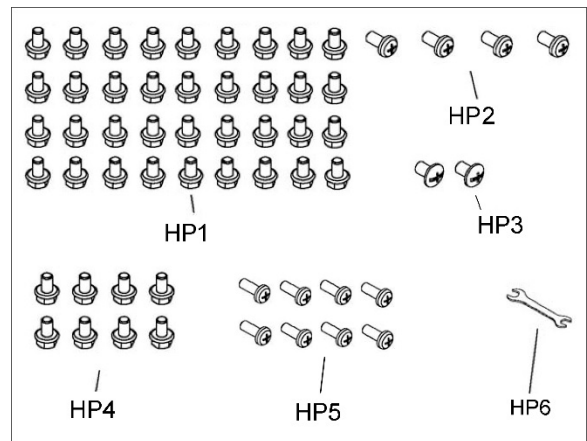

Рисунок 3: Содержимое инструментального пакета PM2200-HP (не в масштабе)
**Инструментальный пакет (Рисунок 3)**